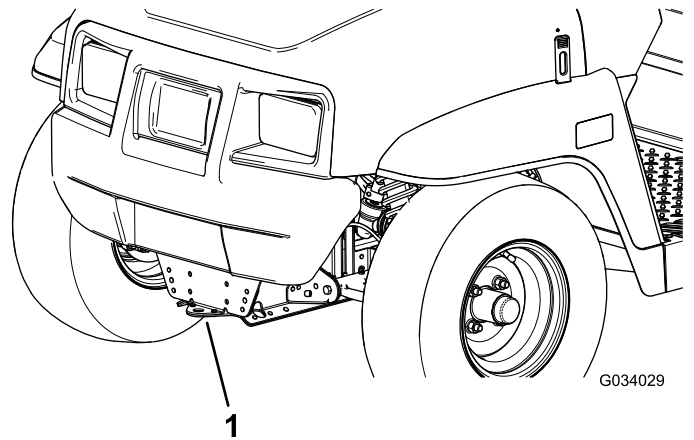
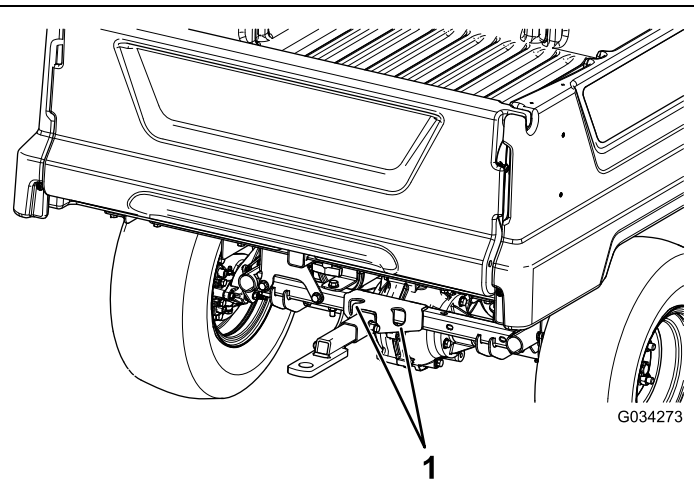

图 20
图 21
长距离移动时请使用带全宽斜面的拖车。确保机器稳固绑定到拖车上。参见图 20 和图 21 查看机器栓系点的位置。
2. 将拖绳系在机器机架前面的拖曳板上图 20。